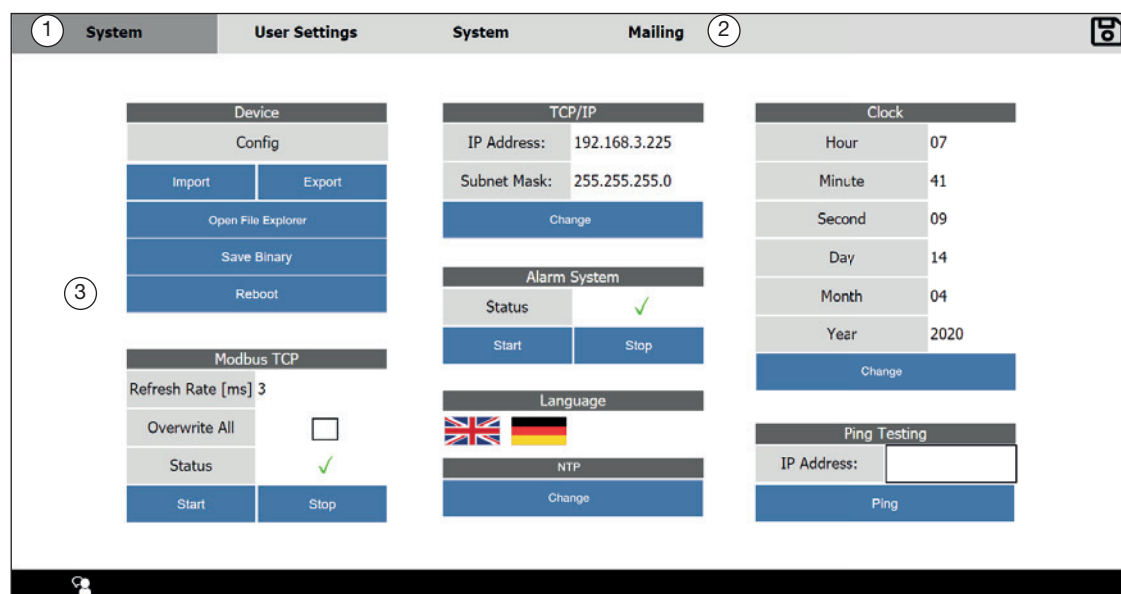

Fig. 10: Ajustes del sistema
2. Abra el sistema de archivos a través del botón *Open File Explorer* (abrir explorador de archivos) (Fig. 10).
7. Pegue el archivo a través del *Editor* (2).